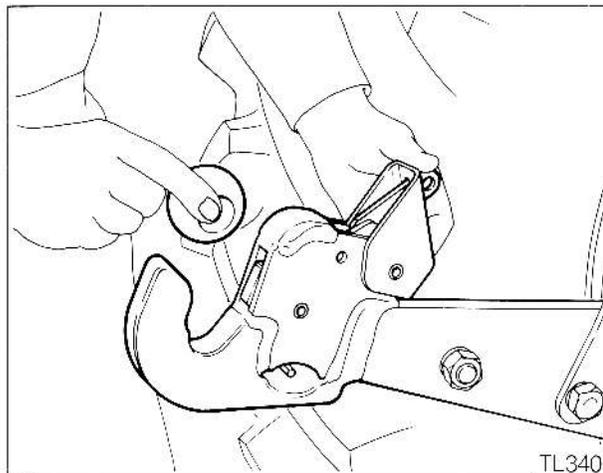

Fig 43
Attelage d'un outil – Extrémités à crochets (Fig. 43)
4. Soulever les verrous (Fig. 43) aux extrémités des barres inférieures, manuellement ou avec les câbles de verrouillage.